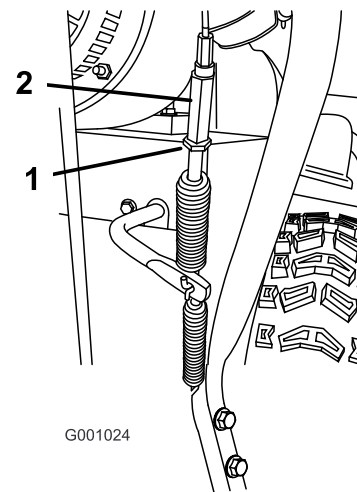

Bild 49
5. Lösen Sie die Klemmmutter (Bild 49).
6. Lösen oder ziehen Sie die Spannschraube an, um die Kabelspannung einzustellen (Bild 49).